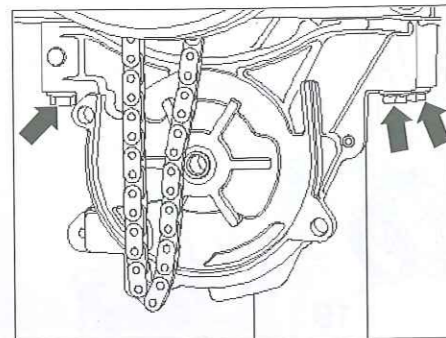

Fig. 17
- Desmontar los tornillos (flechas) de la bomba de aceite y esta última (Fig.17).